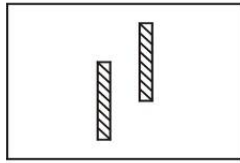

Abb.55
Zusatzlinsenknopf drehen ⑫ um das linke Auge auf 10ΔI einzustellen, damit die Buchstabenspalten vollständig getrennt sind. Wenn der Patient eine vertikale Phorie hat, wird dies als Abb. 55 dargestellt. Drehen Sie dann das Drehprisma auf das andere Auge, mit Skala von 0 horizontal (wie in Abb. 57 gezeigt). Drehen Sie den Prismendrehknopf ⑪ so dass kein Unterschied zwischen Ober- und Unterteil besteht (siehe Abb. 56). Dann zeigt die Skala des Drehprismas die vertikale Phoriestärke an.